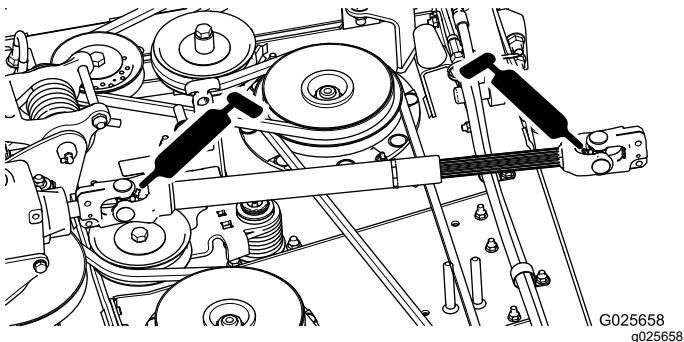

Figura 18
- Veio propulsor da tomada de força (2) (Figura 18)